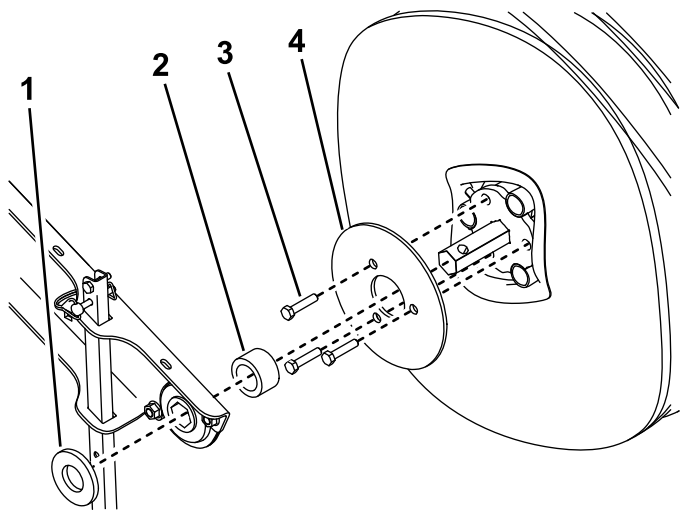

Figura 24
8. De 1 lado de la barredora, retire la arandela, saque la barredora del soporte y retire el espaciador (Figura 24).
9. Retire los 3 pernos ($\frac{3}{8}$ " x 1 $\frac{1}{2}$ ") y la tapa (Figura 24).
16. Instale la tapa como se muestra en Figura 24 hasta que golpee la cara del eje.
17. Instale el espaciador, coloque la barredora en el soporte e instale la arandela (Figura 24).